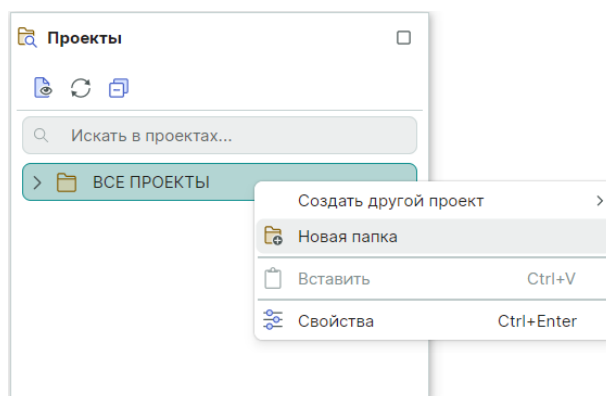

Рис. 12 Создание новой папки
1. Вызовите контекстное меню с папки «Все проекты» и выберите пункт «Новая папка», см. Рис. 12.